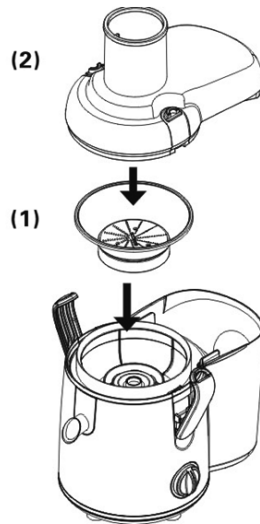

Rys. 1
- Pojemnik na sok nasadź na część silnikową (rys. 1), a pojemnik na miąższ w taki sposób, żeby był nieco pochylony (rys. 2). Najpierw należy włożyć górną część, a następnie docisnąć na część dolną do prawidłowej pozycji.